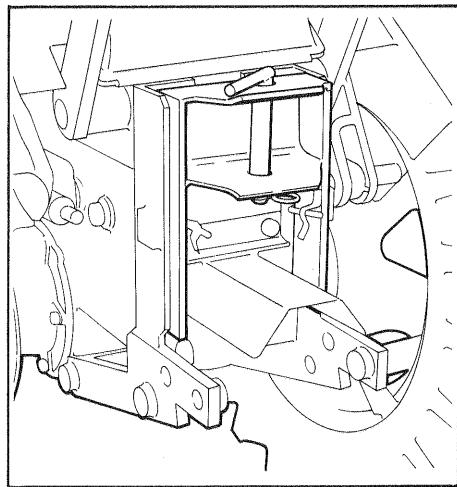

Fig. 11 - Bild 11
- a) **Per i rimorchi a due assi** è consigliabile fare in modo che il timone assuma una posizione all'incirca orizzontale (vedere la fig. 11), ma non troppo in alto né troppo in basso come avverrebbe impiegando rimorchi inadatti.
- a) **For two-axle trailers:** it is suggested the drawbar be given a horizontal position; care should be taken not to have it too high or too low, as in the case of trailers not made fit to (see fig. 11).
- a) **Pour les remorques à deux essieux** il est recommandé d'avoir le timon en position horizontale (voir fig. 11), mais ni trop en haut, ni trop en bas, comme il arriverait si des remorques inadaptées devaient être raccordées.
- a) **Für Zweiachsanhänger** wird empfohlen die Zugdeichsel ungefähr waagerecht anzzuordnen, jedoch weder zu hoch noch zu niedrig, wie es bei Verwendung von ungeeigneten Anhängern der Fall wäre (siehe Bild 11).